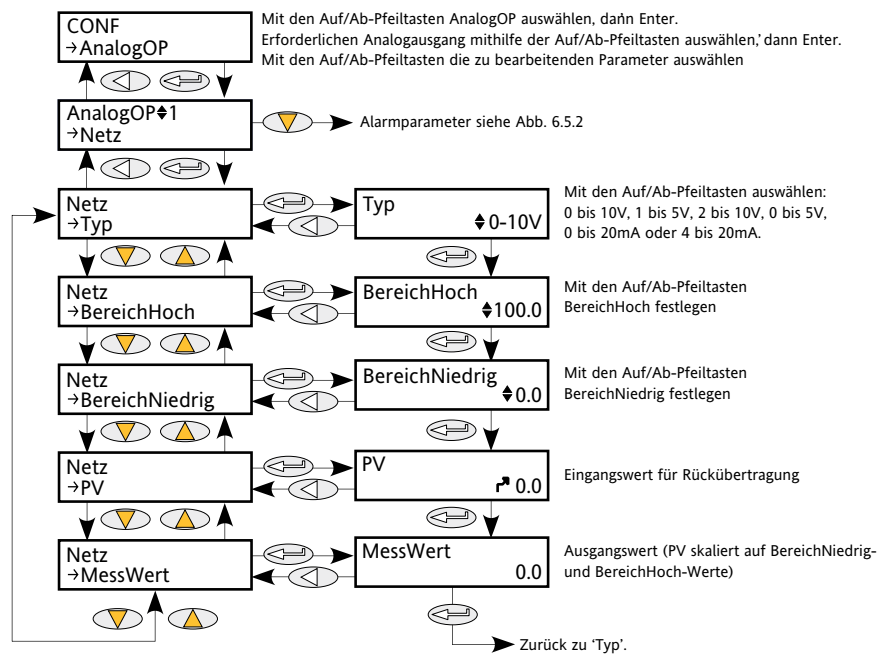
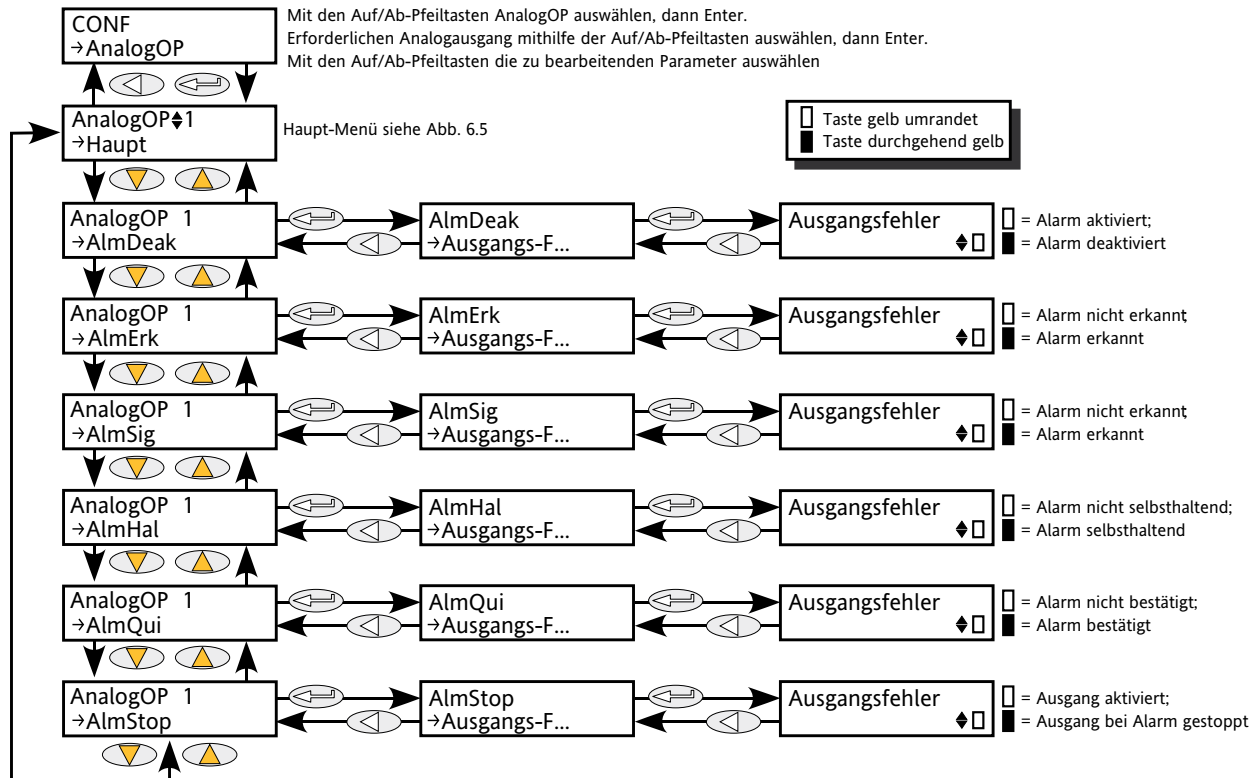

Abbildung 6.5.1 Analoger Ausgang - 'Primäres' Menü
Abbildung 6.5.2 Analoger Ausgang - Zugriff auf Alarmparameter
Bietet einen Strom- oder Spannungsausgang, der anhand von BereichHoch und BereichNiedrig auf eine Prozessvariablen (PV) skaliert wird. Abbildung 6.5.1 zeigt das primäre Untermenü zur Konfiguration; Abbildung 6.5.2 zeigt die Alarmparameter